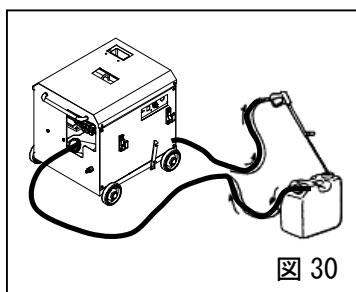

図 30
4) ガンを低圧で不凍液の容器の中に吐出させ不凍液を循環させてください。1分程循環させたら完了です(図30)。